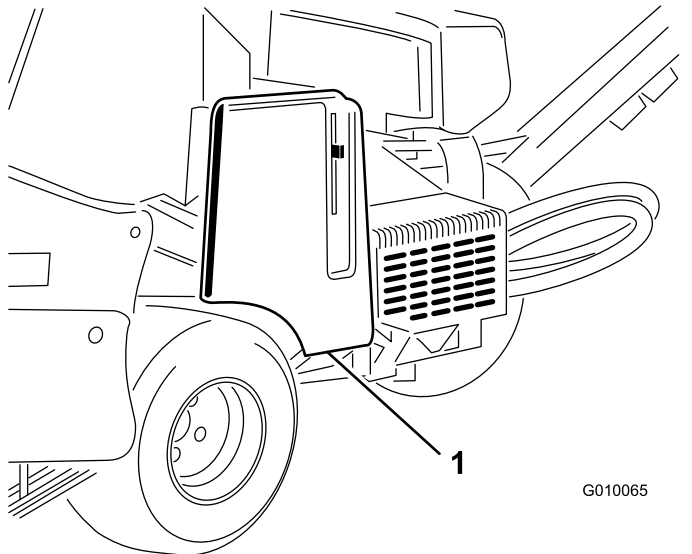

Figura 56
2. Abra los cierres y retire la cubierta de la correa (Figura 56).